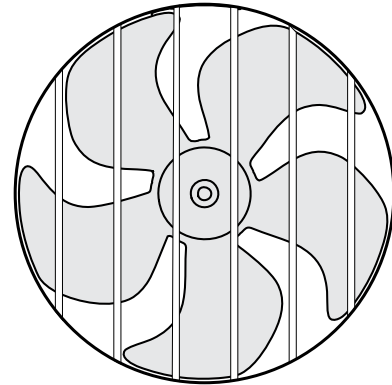

図 2
5. プロペラを回転させて、ドライブシステムを確認してください。プロペラが少し渋く回る程度でよいです。プロペラトンネルにガードを付加する場合は最小限のものにして下さい(図2)。あまり過大なものはスラスターの効率を低下させます。